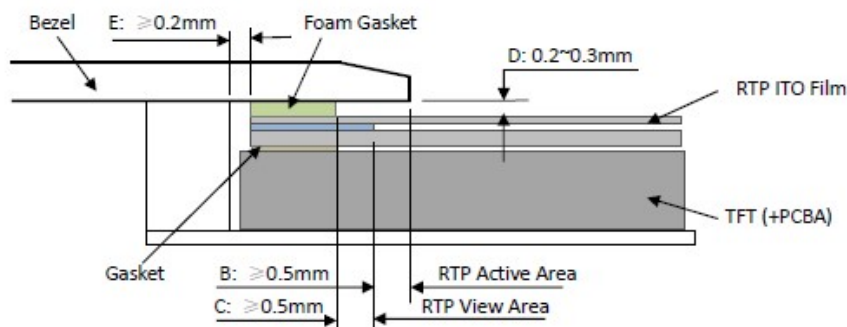

Figure 4
- It should bezel touching the RTP Active Area (A.A.) to prevent abnormal touch. It should left gap $D=0.2\sim 0.3\text{mm}$ in between. (Figure 4)
- It is suggested to protect those areas with gasket (between the bezel and RTP). The suggested figures are $B \geq 0.50\text{mm}$; $C \geq 0.50\text{mm}$. (Figure 4)
- The bezel side wall should keep space $E = 0.2 \sim 0.3\text{mm}$ from the RTP. (Figure 4)
- 为避免面框直接压在动作区 (A. A.) 上造成误动作, 面框与电阻触摸屏 (RTP) 之间应留有一定的空隙 $D=0.2\sim 0.3\text{mm}$ 之间. (附图 4)
- 设计面框时, 要注意用面框保护触摸屏四周的非保证操作区域, 因为布线区域在此处形成一台阶, 在此区域附近操作时 ITO Film 变形较大, 容易导致 ITO 损坏而降低寿命。为保护 RTP 和避免误操作, 在 RTP 与面框之间垫缓冲物 (Gasket), 我们建议设计面框应覆盖动作区的边缘, 面框边缘到 V. A. 区的距离 $B \geq 0.50\text{mm}$; 垫圈内边缘到 V. A. 区的距离 $C \geq 0.50\text{mm}$. (附图 4)
- 在设计面框与 RTP 组装时, 应考虑到面框内侧与 RTP 外侧的间距 $E \geq 0.2\text{mm}$. (附图 4)